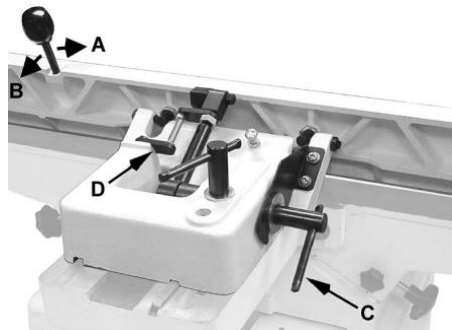

Рис. 19
1. Ослабьте фиксатор (С, Рис. 19).
2. Переместите рычаг вперед (А, Рис. 19) до желаемого угла до 45°. Можно также разместить контрольный инструмент на столе и на упоре и отрегулировать положение упора так, чтобы угол упора сравнялся с фаской измерительного инструмента.
3. Затяните фиксатор (С, Рис. 19).
2. Ослабьте фиксатор (С, Рис. 19).
3. Откиньте стопорный блок 90° (D, Рис. 19) в сторону.
4. Переместите рычаг (В, рис.19) назад на желаемый угол до 135°. Можно также поместить свою скошенную деталь-шаблон на стол и на упор, отрегулировав упор таким образом, чтобы угол упора сравнялся с фаской детали-шаблона.
5. Затяните фиксатор (С, Рис. 19).
**Важно:** Когда операция, требующая определенного наклона, завершена, и упор возвращен на угол 90°, не забудьте перевернуть стопорный блок 90° (D, рис. 19) обратно в стандартное положение.